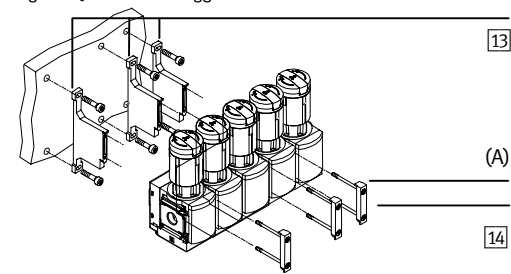

Fig. 4
- Tipo MS...-WPB (v. Fig. 4)
3. Collocare il pannello frontale 14 sul rispettivo lato anteriore dei gruppi di trattamento aria (la copertura (A) del pannello frontale è rivolta verso l'alto).